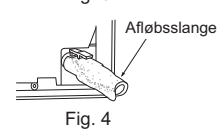

Fig. 4
- Sæt afløbsdækslet helt ind i afløbsfordybningen bagest til højre på indendørsenheden. (Fig. 4)
- Sæt afløbsslangen i manchetten til væghullet (C), og fastgør indendørsenhedens øvre del på installationspladen (1). Flyt dernæst indendørsenheden helt til venstre for at lette rørføring bag på enheden.
- 4) Opkravningsarbejde (Fig. 4, 5). Hold kobberørret i den størrelse, der er vist i skemaet. Vælg A (mm) fra skemaet i henhold til det værktøj, du benytter.